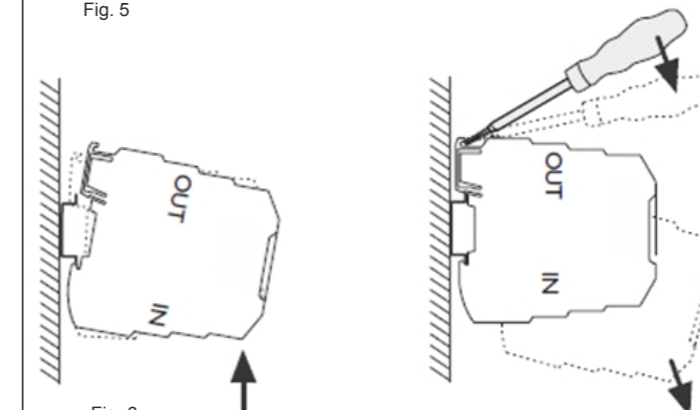

Fig. 6
10. Montaggio sulla guida DIN (Fig. 6)
10. Snapping onto the DIN rail (Fig. 6)
10. Encliquetage sur le profilé (Fig. 6)
10. Aufrasten auf die Tragschiene (Fig. 6)
10. Encaje en el carril simétrico (Fig. 6)